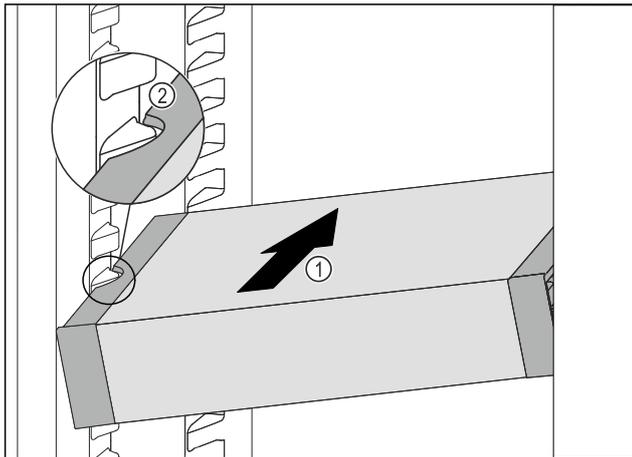

Fig. 56
- ▶ Inserire VarioSafe ad angolo nel vano frigorifero Fig. 56 (1) fino a quando le cavità laterali Fig. 56 (2) di VarioSafe non si trovano al livello della nervatura del contenitore nel vano frigorifero.